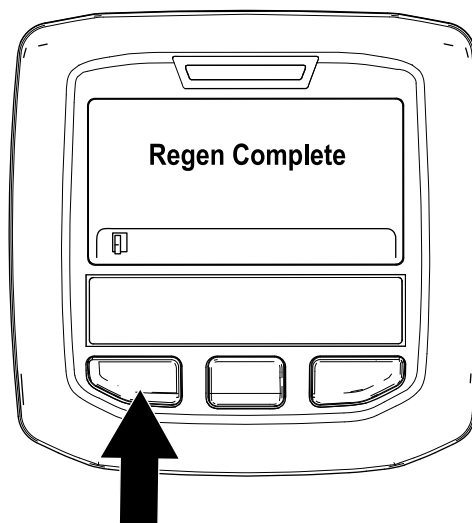

Figure 51
9. La régénération en stationnement est terminée lorsque le message « Regen Complete » (régénération terminée) s'affiche sur l'InfoCenter. Appuyez sur le bouton gauche pour revenir à l'écran d'accueil (Figure 51).